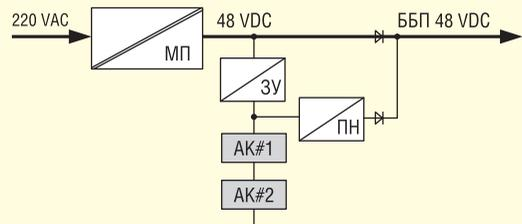

Рис. 3. Функциональная схема ББП 48 VDC с применением двух аккумуляторов по 12 В
3. Применение двух аккумуляторов по 12 В (рис. 3)